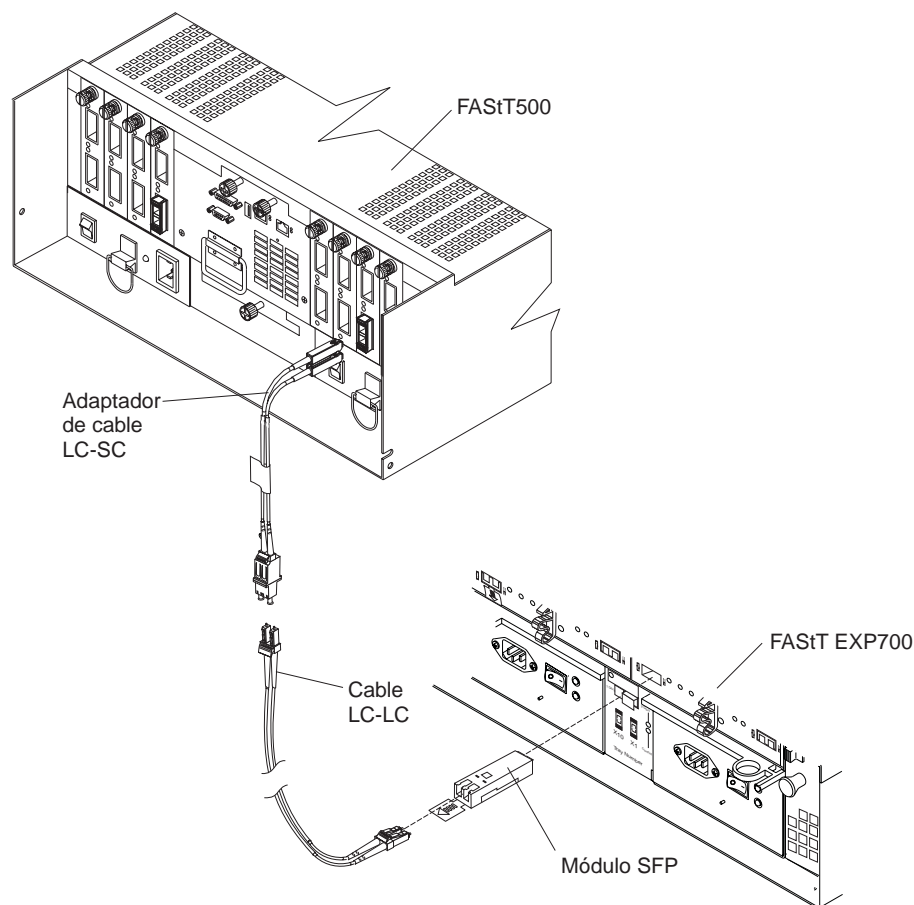

Figura 31. Conexión de la unidad FAST500 a la unidad FAST EXP700
2. Sírvase de la Figura 31 en la página 35 como guía y lleve a cabo los siguientes pasos para conectar la unidad FAStT EXP700 a un controlador RAID FAStT500: